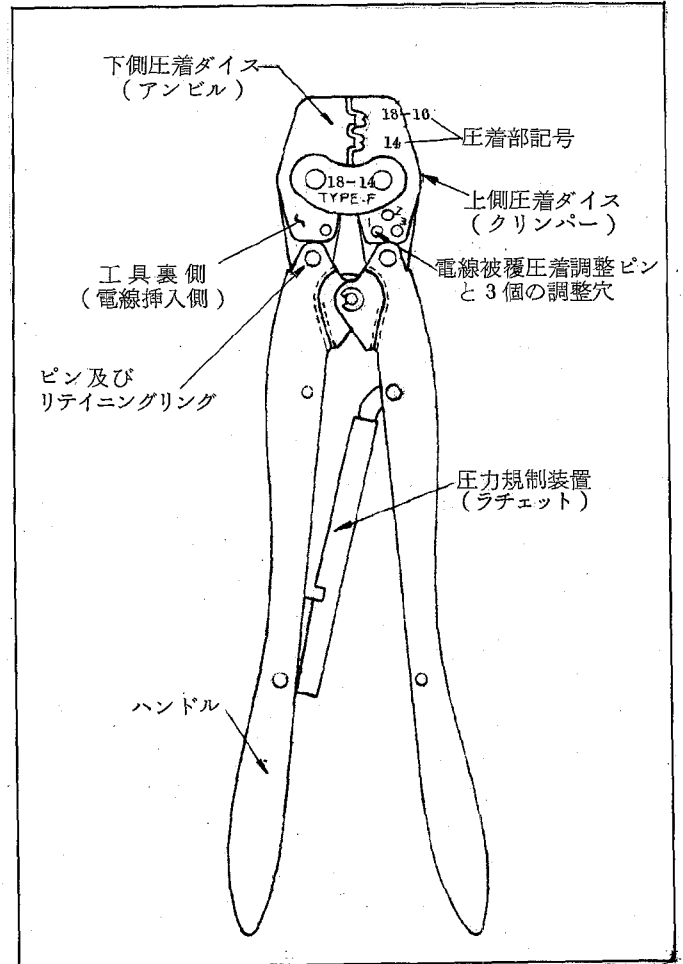

図 1
- (a) この工具(図1参照)は表1に示す各種端子を撚線に圧着するのに使用されます。
- (c) 工具には図1に示す様に圧着部が2箇所あり、18-16, 14の記号で指示されておりますが、これは使用端子に対する圧着箇所を示しております(表1参照)。圧着箇所が違う場合は工具が損傷したり、圧着性能が低下しますので御注意下さい。